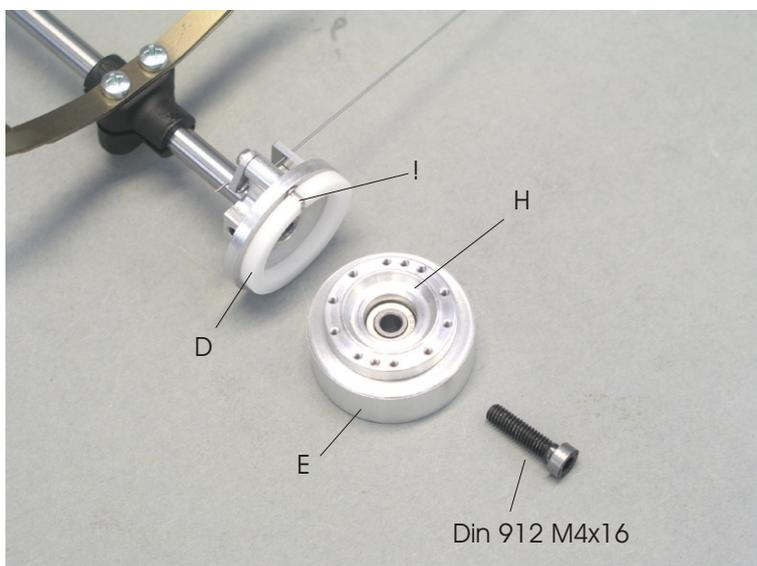

Bild 12
Stecken sie bitte den Bremsring (D), wie im Bild 12 gezeigt, auf die Bremswelle (1). Die Einheit (E)+(H) wird mit der Schraube Din 912 M4x16 auf der Welle (A) befestigt.